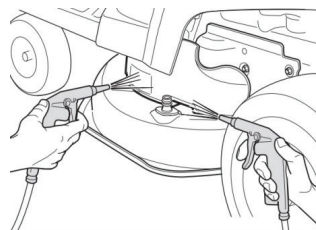

Рис. 17
- Продуйте и просушите корпус и платформу с помощью компрессора (Рис. 17).